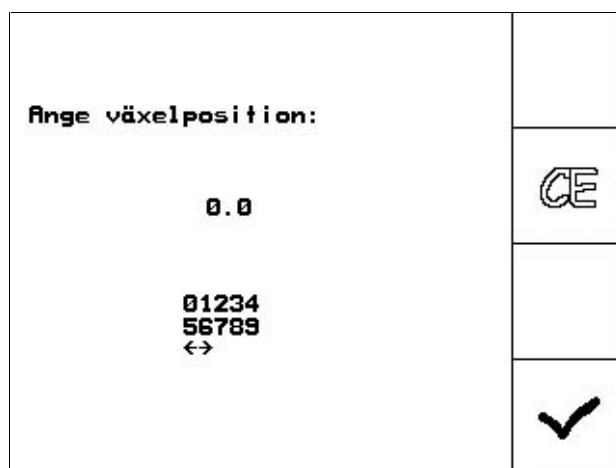

Fig. 72
-  Kontrollera inställningen och mata in värdet från växellådsarmens läge på skalan i menyfönstret (Fig. 72) som visas i monitorn.